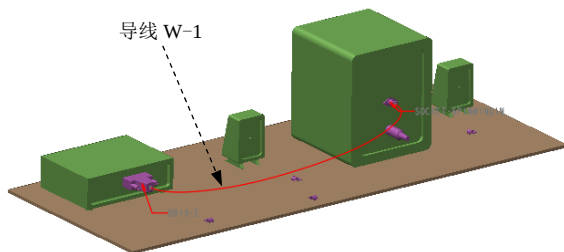

图 17.2.20 初步的连接导线 W-1
Step4. 在“布线缆”对话框中单击 确定 按钮，此时在模型中显示初步的连接导线，如图 17.2.20 所示。